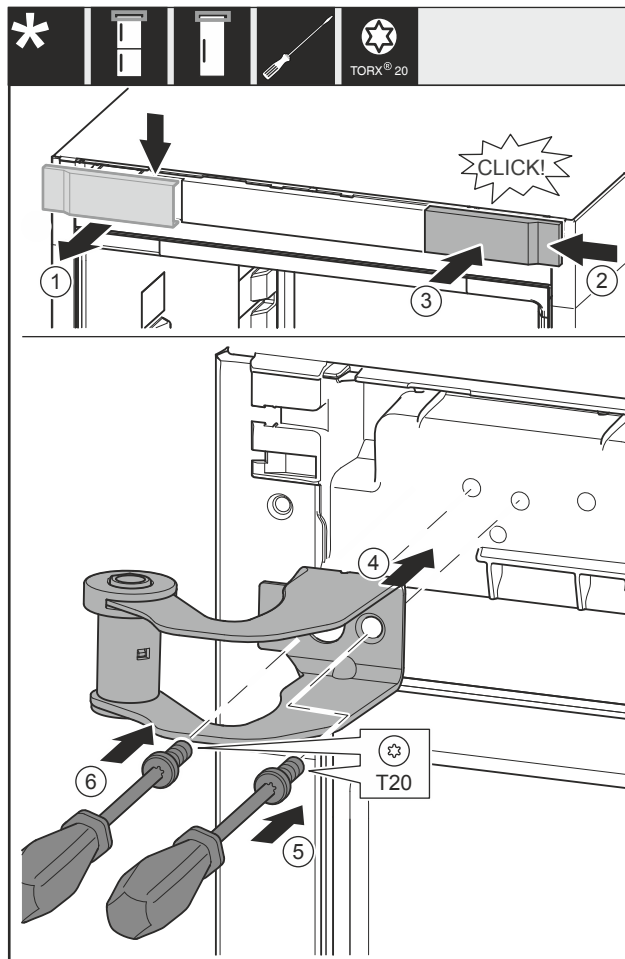

Fig. 36
- ▶ Odeberte kryt Fig. 36 (1) shora dopředu.
- ▶ Kryt Fig. 36 (2) otočený o 180° zavěste na druhé straně zprava.
- ▶ Zaklapněte kryt Fig. 36 (3).
- ▶ Nasadte horní stojan ložiska Fig. 36 (4).
- ▶ Utáhněte šroub Fig. 36 (5).
- ▶ Utáhněte šroub Fig. 36 (6).